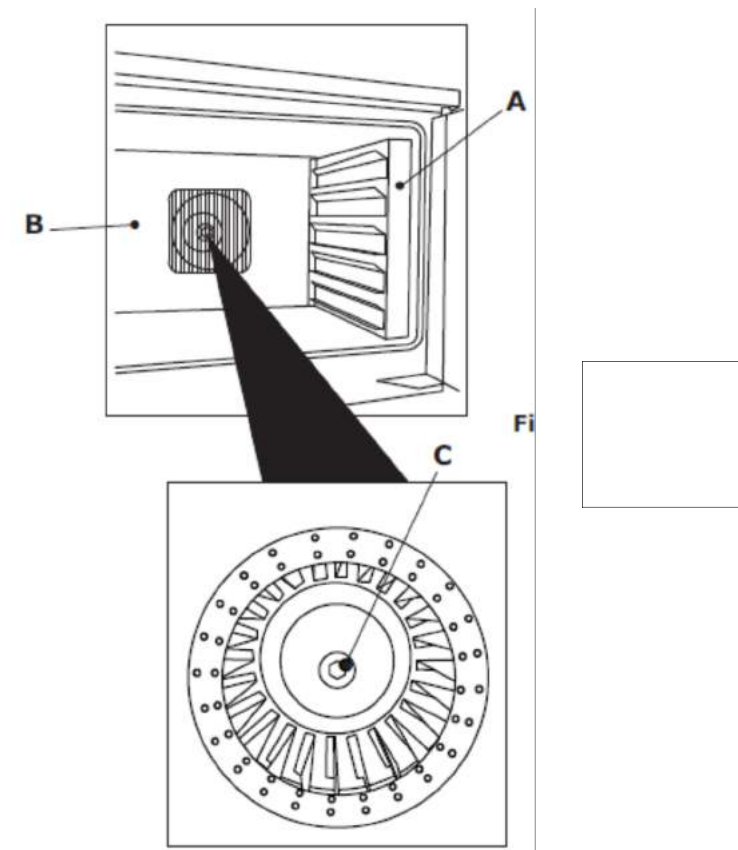

Рисунок 15.
- Удалите крепеж стоек (Рисунок 15а) и защитную сетку вентилятора (Рисунок 15b), чтобы получить доступ к нагревательным элементам камеры;